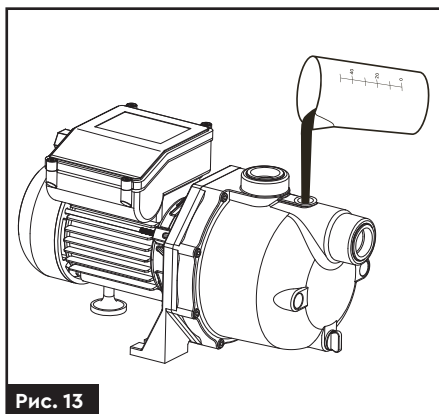

Рис. 13
1. Перш ніж підключати насос станції до електромережі, заповніть його корпус та всмоктуючий трубопровід водою (рис. 13).